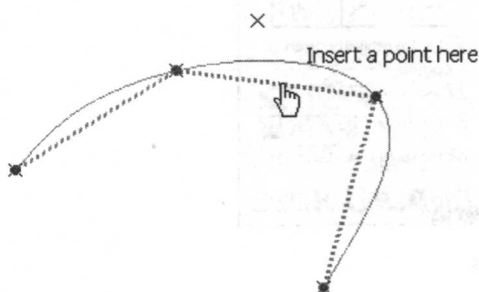
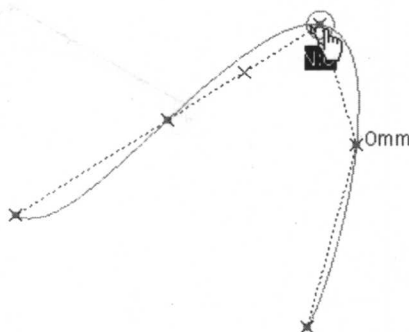

图 1-8
图 1-9
(4) 在对话框中单击  按钮, 可以插入一个点。首先单击  按钮, 再单击需要插入的位置, 如图 1-8 所示, 最后选择一个点, 如图 1-9 所示。